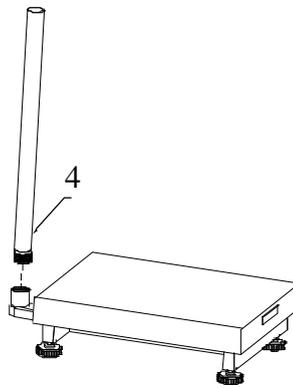

Рисунок 5
б) протягнути кабель вантажоприймальної платформи через отвір стійки (4). Установити стійку в напрямку та зафіксувати її за допомогою трьох гвинтів (дивись рисунок 5);